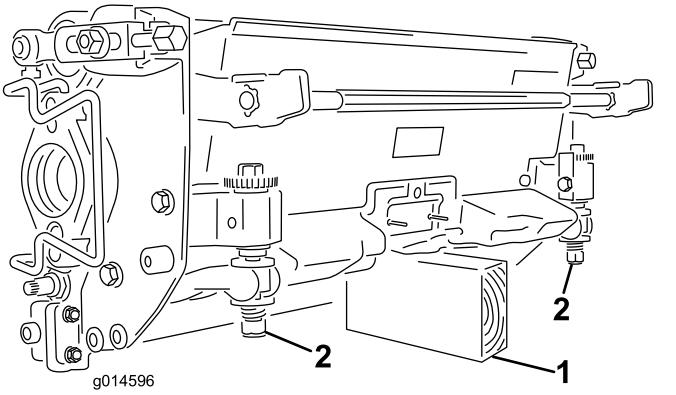

Bild 50
**Wichtig:** Wenn Sie das Mähwerk kippen müssen, stützen Sie das Heck des Mähwerks ab, um sicherzustellen, dass die Muttern an den Einstellschrauben des Untermesserträgers nicht auf der Arbeitsfläche aufliegen (Bild 50).